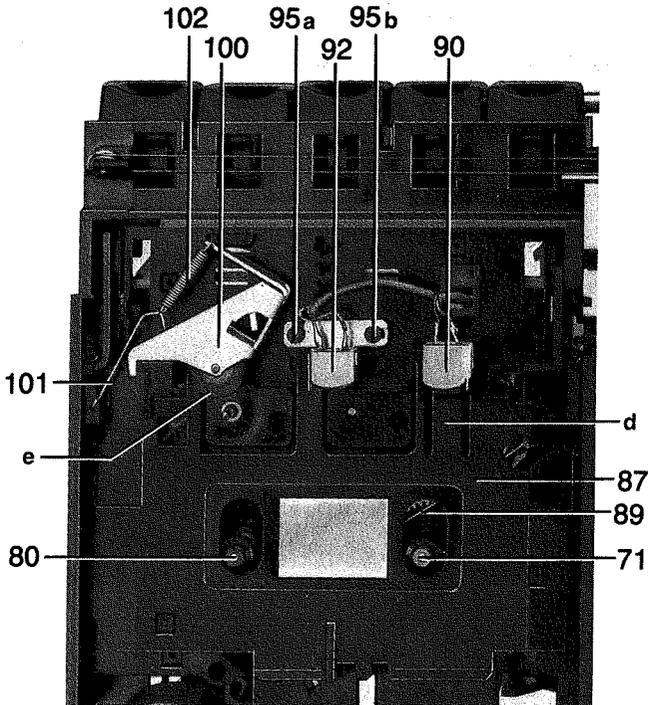

Bild 4
3. Kopf wechseln (Bild 4)
- Grundbremsung auf Kraftskala des rechten Bandwickeltellers ablesen. $(6-10) 10^{-4} \text{ Nm} \approx (6-10) \text{ pcm}$. Wird dieser Wert nicht erreicht, ist die Grundbremsfeder **89** (Bild 4) zu wechseln. Dazu den Kopfschlitten **87** ausbauen.
10. Andruckrollenhebel (Bild 4)